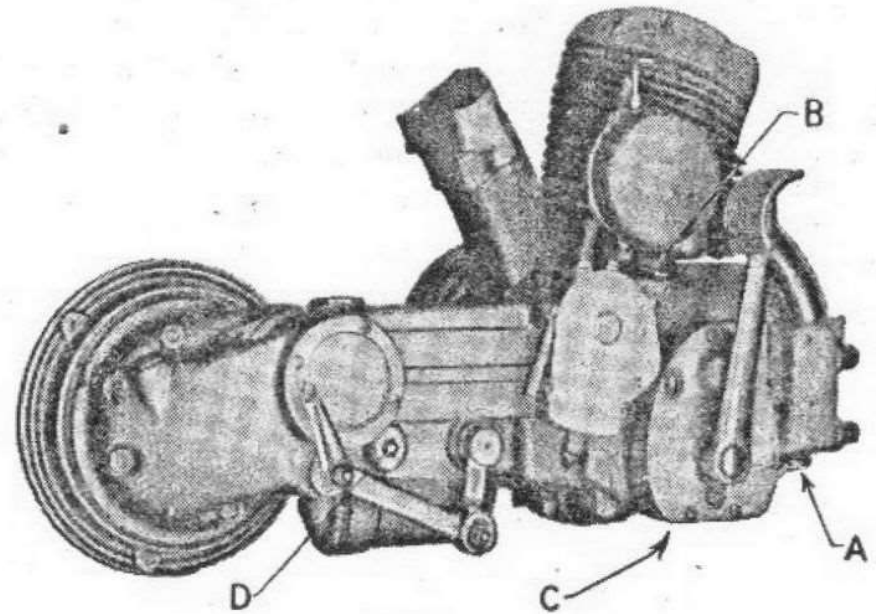
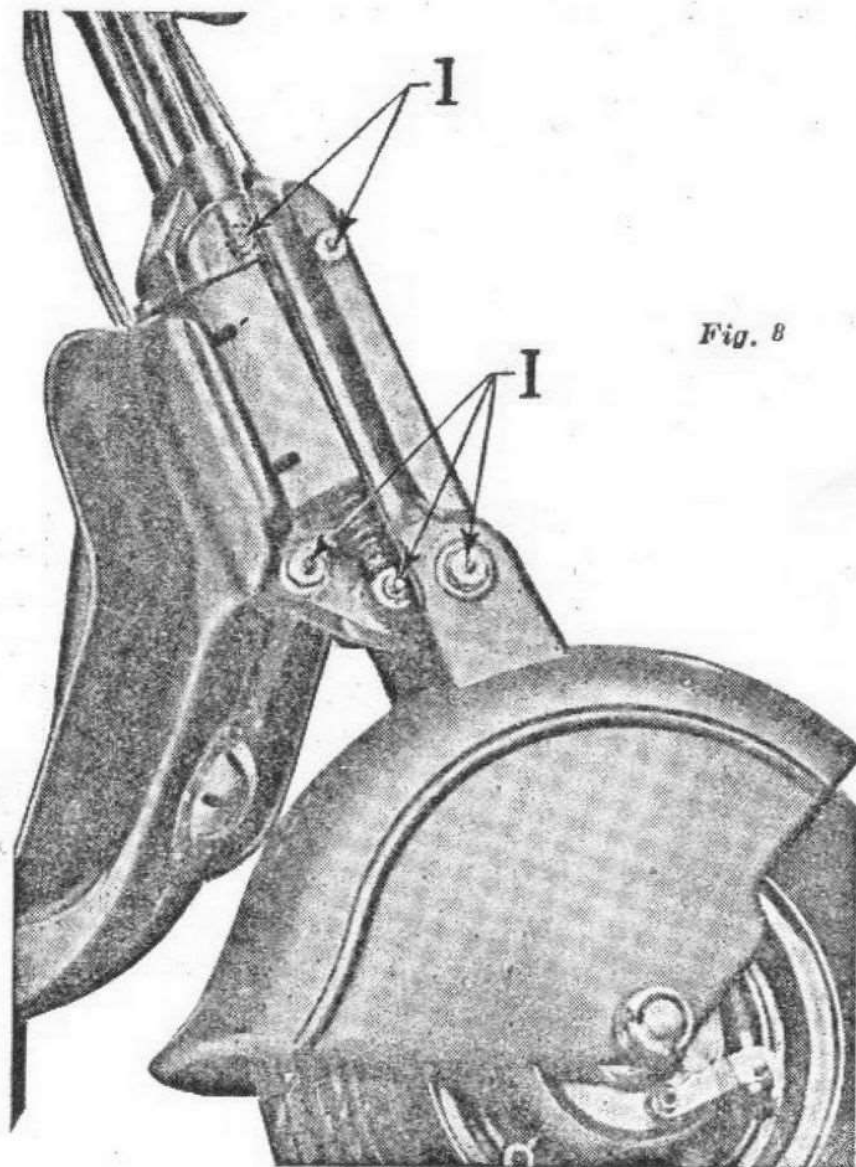

Fig. 7
Fig. 8
Il tappo (D - fig. 7) serve da riempimento e da livello.
Verificare e ristabilire il livello dell'olio nel cambio, introducendolo da B fino a quando lo si vede uscire da A (togliere i rispettivi tappi indicati nella fig. 7). Usare MOBIL OIL A (nei mesi estivi o, nelle regioni calde, MOBIL OIL BB). Lubrificare i perni della sospensione anteriore, i perni fusi e gli altri organi provvisti di attacco per siringa iniettando MOBIL GREASE n. 2 (ingrassatori I della sospensione indicati in fig. 8). Lubrificare tutte le articolazioni, gli snodi, le leve comando, con qualche goccia di olio da motore (MOBIL OIL A).
l'olio da A (togliere i rispettivi tappi indicati nella fig. 7). Usare il MOBIL OIL A (nei mesi estivi o, nelle regioni calde, MOBIL OIL BB). Lubrificare il cuscinetto ruota anteriore, iniettando mediante siringa il MOBIL GREASE n. 5. Smontare e pulire il carburatore per togliere i depositi e le impurità eventualmente depositatesi.
Smontare il motore e togliere le incrostazioni nella testa del pistone, nella testina e nelle luci di scarico. Rinnovare l'olio dell'ammortizzatore attraverso il tappo (D) fig. 7.